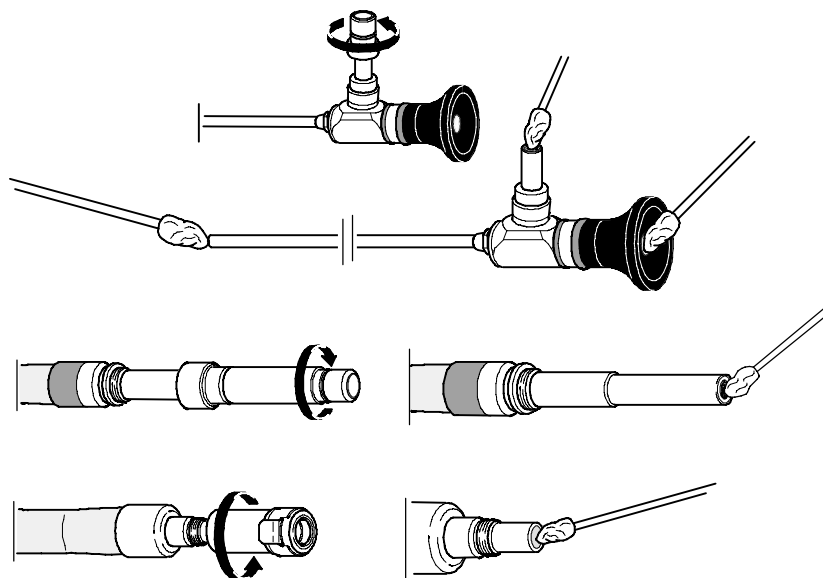

Рис. 26
- ◇ До начала очистки свинтите с эндоскопов и гибких световодов соединительную деталь лампы тлеющего свечения (а) (рис. 26).
- ◇ Удалите загрязнения на поверхности стекла или на поверхностях входа и выхода светового луча путем легкого протирания ватным тампоном, смоченным спиртом (70%) (деревянные палочки, не металлические и не пластмассовые) (рис. 26).